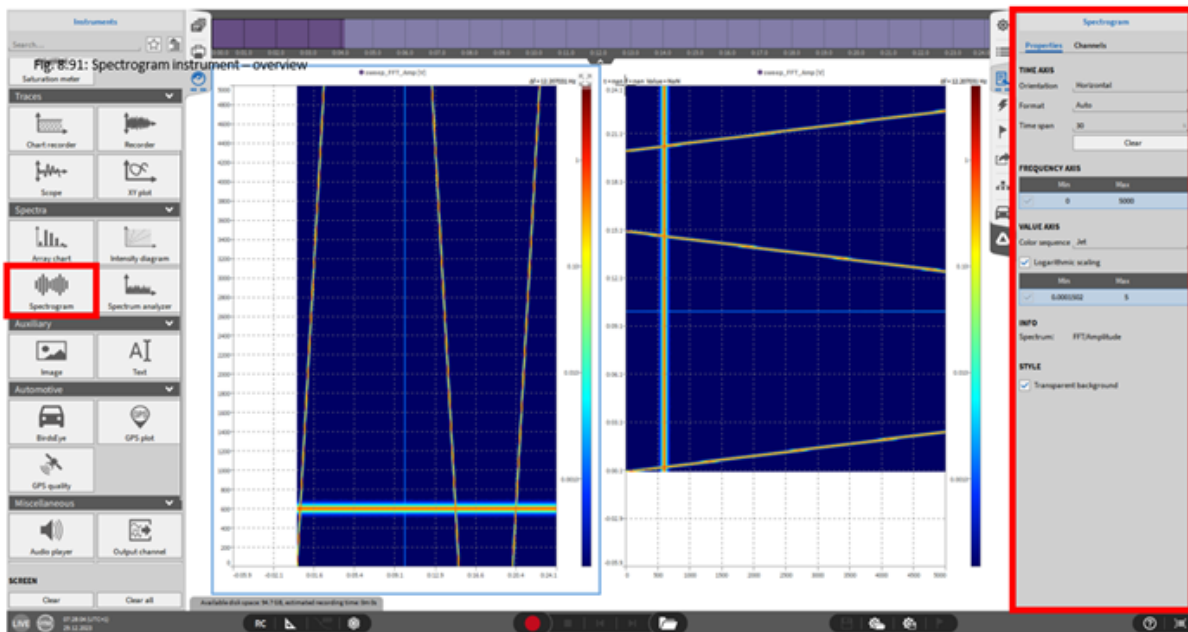

Abb. 8.50: Spektrogramm – Übersicht
Die vergangene Zeit wird auf der X-Achse dargestellt, die Frequenz auf der Y-Achse und die Amplitude des Signals wird farbcodiert auf der Z-Achse dargestellt (linkes Instrument in *Abb. 8.50*).
- Zeitachse – Orientierung: *horizontale* Orientierung ordnet die Zeitachse der X-Achse des Instruments zu (siehe linkes Instrument in *Abb. 8.50*) und *vertikale* Orientierung ordnet die Zeitachse der Y-Achse zu (siehe rechtes Instrument in *Abb. 8.50*).